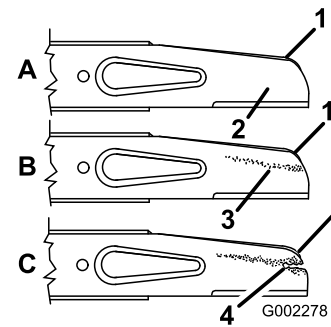

Figura 26
8. Usando el dedo, unte la junta del filtro de aceite nuevo con aceite (Figura 26).
2. Retire el perno de la cuchilla, la arandela de freno, el acelerador y la cuchilla (Figura 26).